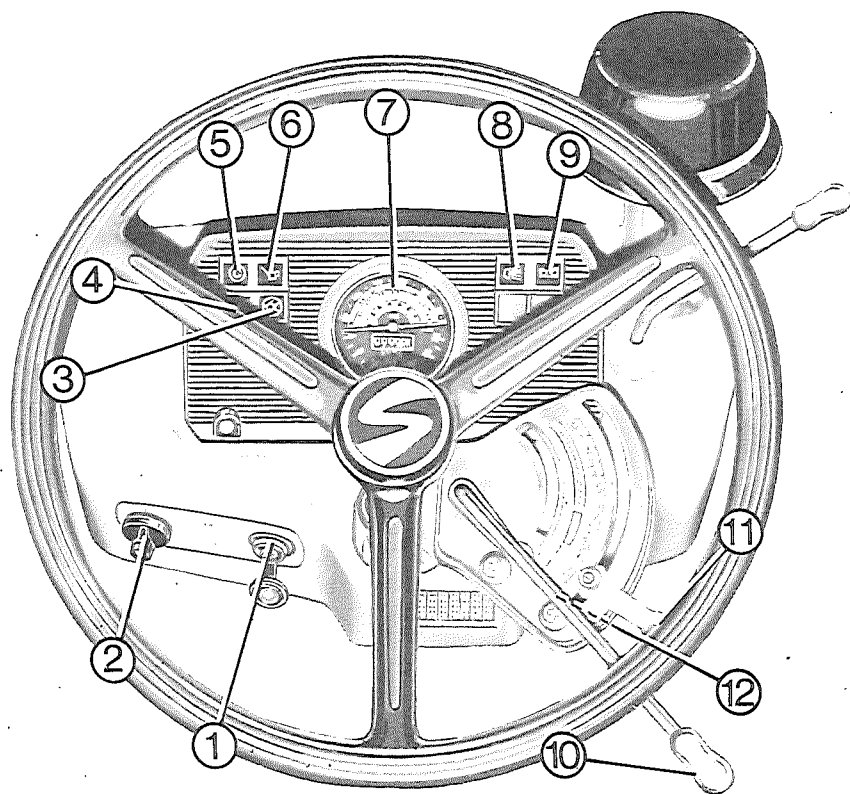

Fig. 5
- La manette de commande de la station automatique de contrôle doit être sur le secteur rouge « FLOTT » (10 fig. 5).
- Le bouton d'arrêt du moteur doit être poussé à fond (12 fig. 5).
- 4 Introduire la clé dans l'interrupteur général et de démarrage (15 fig. 5) et la tourner sur la position 2. Après quelques secondes le moteur devrait partir, ensuite lâcher la clé qui revient automatiquement sur la position 1. Si le moteur ne démarre pas, répéter l'opération, quand le démarreur est tout à fait arrêté, à 15-20 secondes d'intervalle, pendant 3 au 4 fois au maximum.
NB. Deux lampes témoins (5 et 6 fig. 5) sont prévues sur le tableau de bord afin de contrôler le bon fonctionnement de l'alternateur et du circuit de lubrification du moteur. Elles doivent rester éteintes même quand le moteur est au ralenti. Dans le cas contraire s'adresser au plus tôt à un service assistance technique SAME.
- 3 Tirer le bouton de la tige d'arrêt du moteur (12 fig. 5) jusqu'à ce que celui-ci s'arrête.
- 1 - Circuit électrique actif; les témoins de fonctionnement de l'alternateur (5 fig. 5) et de pression insuffisante d'huile moteur sont allumés (6 fig. 5).
- 3 - Phares et témoin correspondant (8 fig. 5).